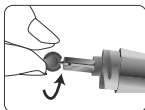

Figura 25
**PASO 3:** Gire la tapa protectora de la lanceta para retirarla y luego guárdela para usarla más adelante. Consulte la figura 25.